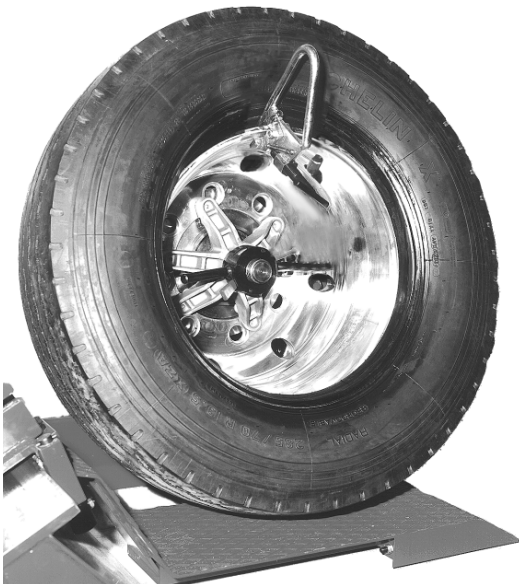

Fig.35
- G.** Fixer l'étau de montage (Fig. 35) au bord extérieur de la jante avec la valve à 11 heures et l'étau à 12 heures.